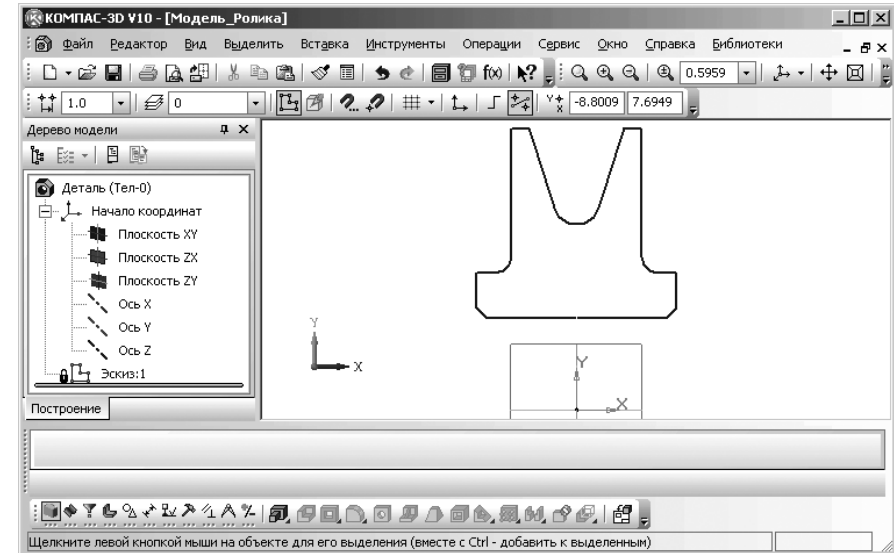

Рис. 4.34. Эскиз вращения для построения детали – **Ролик** в окне эскиза
- щелкните по кнопке  – **Показать все** на панели инструментов **Текущее состояние** или нажмите клавишу **F9**. Появится в полном объеме исходный эскиз – эскиз вращения для построения модели **Ролик** (рис. 4.34).